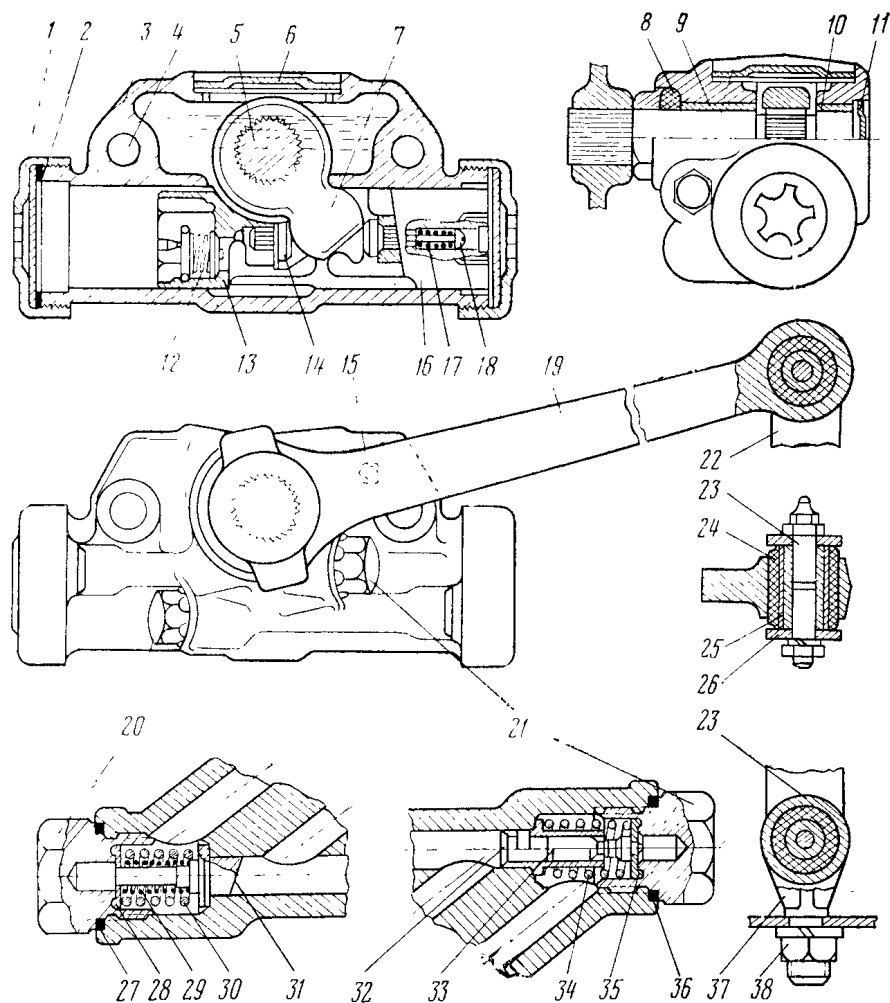

Рис. 99. Задний правый амортизатор:
Устройство заднего правого амортизатора показано на рис. 99.
- отвернуть гайку 38 (см. рис. 99) крепления проушины 37 стойки 22 амортизатора к кронштейну картера заднего моста, отвести рычаг 19 амортизатора вместе со стойкой вверх;